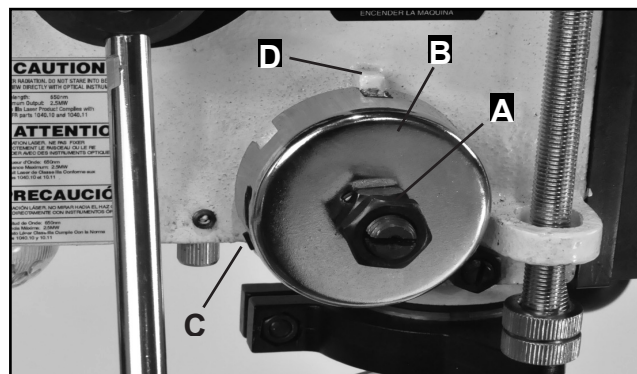

FIG. 22
Le mandrin reviendra automatiquement vers le haut dans sa position de départ initiale lorsque la poignée de commande sera relâchée. Le mécanisme à ressort de rappel, FIG. 22, a été pré-réglé en usine et ne devrait nécessiter aucun ajustement. Cependant, si la tension du ressort diminue et nécessite un ajustement, suivez ces étapes;
2. Desserrez les écrous du couvercle du ressort (# 47, FIG. 22, A), mais N'ENLEVEZ PAS les écrous de la goupille filetée.
3. Retirez délicatement le couvercle du ressort (# 48, Fig. 22, B) et tenez-le fermement - NE LAISSEZ PAS LE COUVERCLE tourner car il empêche le ressort de se dérouler. En outre, NE laissez PAS l'extrémité du ressort (C) se dégager de son encoche dans le cache-ressort!
4. Tirez le couvercle juste assez pour que l'encoche dans le couvercle dégage le nœud du moulage de la tête (D).